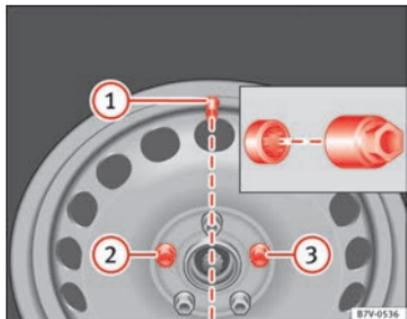

Abb. 185 Radwechsel:
Vor dem Anbringen der Radvollblende muss die Anti-Diebstahl-Radschraube an Position ⇒ Abb. 185 ② oder ③ eingeschraubt sein. Die Radvollblende kann sonst nicht montiert werden.
Die Radvollblende muss so auf die Felge gedrückt werden, dass der Ventilausschnitt über dem Reifenventil ⇒ Abb. 185 ① sitzt. Beim Anbringen der Radvollblende darauf achten, dass die Blende sicher am gesamten Umfang einrastet.
Position ⇒ Abb. 185 ② oder ③ eingeschraubt sein. Die Radvollblende
- Die Anti-Diebstahl-Radschraube mit dem Adapter an Position ⇒ **Abb. 185** ② oder ③ im Uhrzeigersinn einschrauben und leicht festziehen.